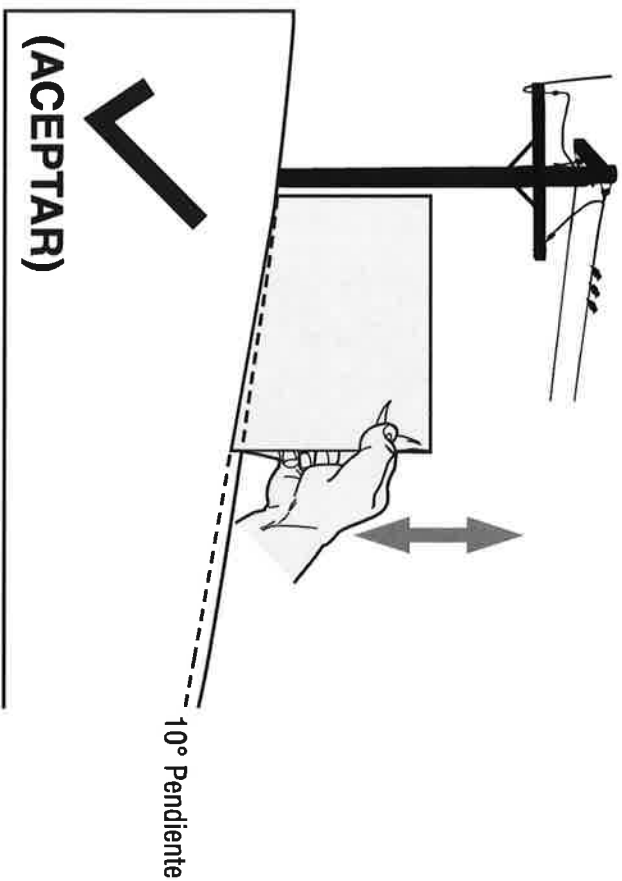
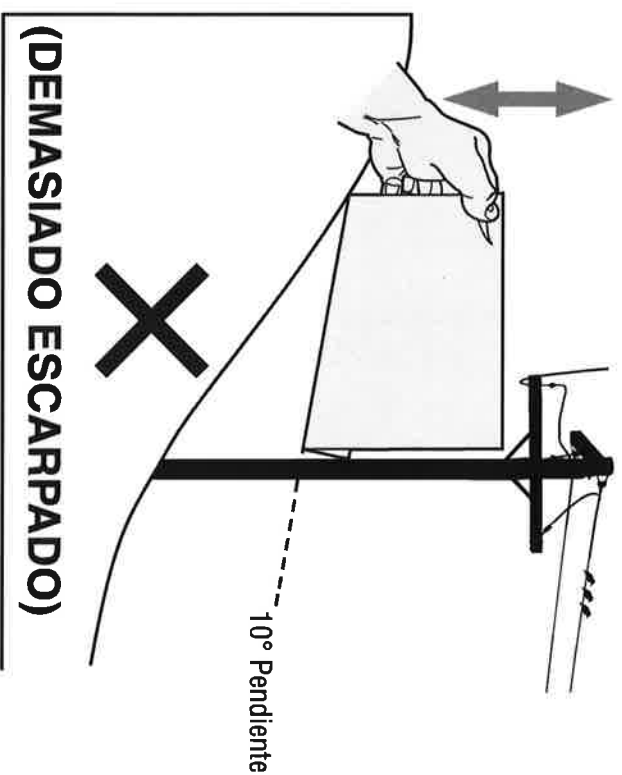

Figura 1
Figura 2
3. Alinee cada lado de pendiente de calibre con el objeto vertical (consultar Figura 1 and Figura 2).
4. Ajuste el pendiente de calibre arriba o hacia abajo hasta los toques esquina izquierda el pendiente (consultar Figura 1 and Figura 2).
5. Si hay un espacio por debajo de la pendiente de calibre, el pendiente es demasiado escarpado por operación segura (consultar Figura 2 above).
1. Extraiga y deseche los cuatro pernos autorroscantes del bastidor trasero del tractor, como se indica en la Figura 1.
2. Instale la ménsula de soporte de la embolsadora en el tractor con los cuatro pernos hexagonales 710-3015 del paquete de elementos de ferretería 683-05063. Pase cada uno de los pernos hexagonales por el bastidor del tractor, el tubo de montaje de la tapa trasera y enrósquelos en la tuerca de soldadura de la ménsula de soporte de la embolsadora, como se indica en la Figura 2.